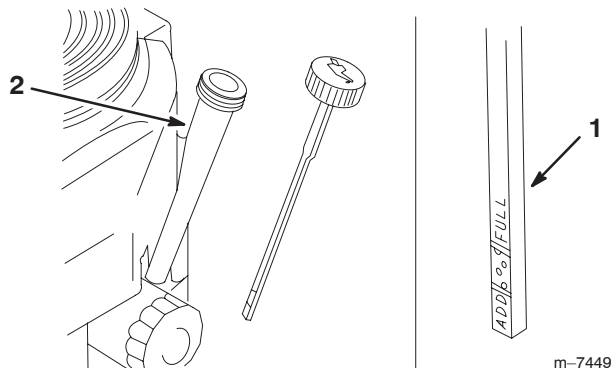

Figure 26
4. Nettoyez la surface autour de la jauge d'huile (Fig. 26) pour éviter que des impuretés ne s'introduisent dans le goulot de remplissage, ce qui risquerait d'endommager le moteur.
5. Dévissez la jauge d'huile et essuyez soigneusement l'extrémité (Fig. 26).
6. Renfoncez la jauge à fond dans le tube de remplissage, mais **ne la vissez pas** (Fig. 26).
9. Versez lentement environ 80% de la quantité d'huile spécifiée (voir Fréquence d'entretien et spécifications, page 29) dans le goulot de remplissage (Fig. 26).